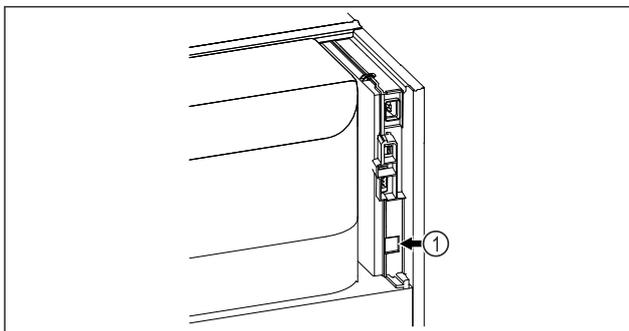

Fig. 134
- SmartModule Fig. 134 (1) 已使用。